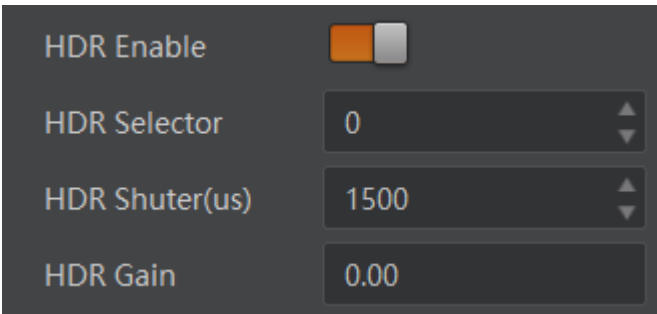

图4-8 HDR 设置
2. 选择 *HDR Selector*，调整 *HDR Shutter* 参数和 *HDR Gain* 参数的数值，分别对每一组参数进行设置，如图 4-8 所示。